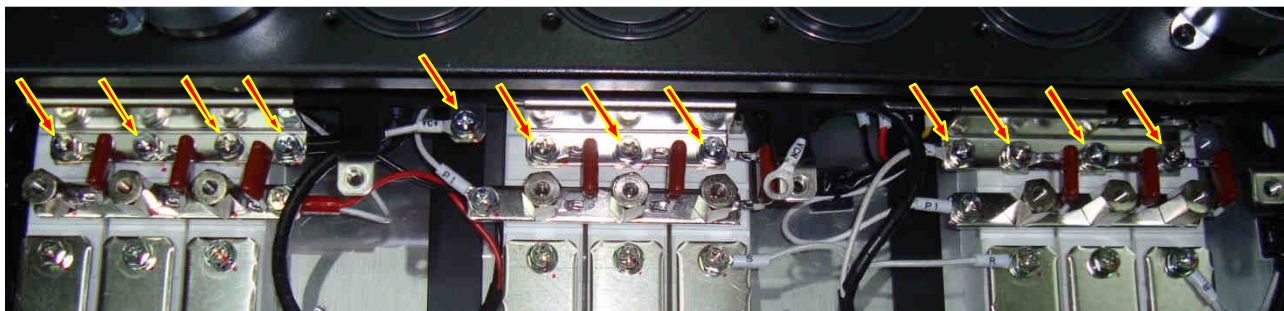

Рис. 6.22.
6.11.5 Выкрутить 9 винтов крепления шин блока конденсаторов к диодно-тиристорным модулям и 3 винта крепления проводов разрядного резистора (VC+, VC-) и «-» жгута контроля напряжения звена ПТ (рис. 6.22). Отогнуть балластные конденсаторы (9 шт.). Положить винты в тару.